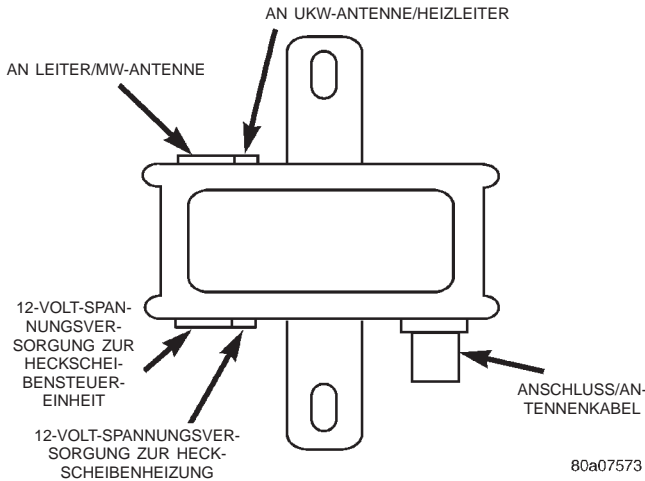
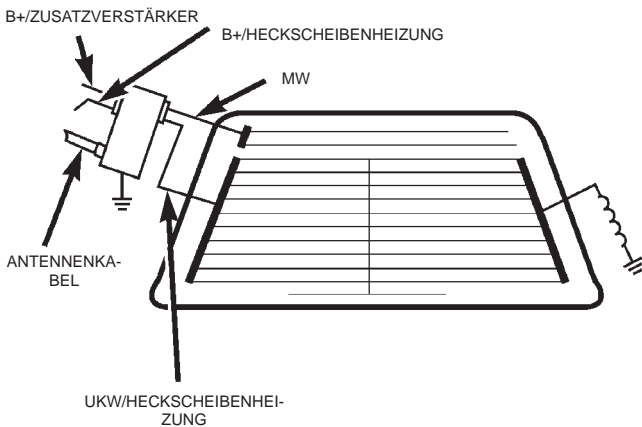

Abb. 7 Heckscheibensteuereinheit
Abb. 8 Leiter der Heckscheibe und Steuereinheit
Vor der Durchführung von Wartungs- oder Instandsetzungsarbeiten an der Antenne erst die korrekte Funktion der Heckscheibenheizung überprüfen (Abb. 7) und (Abb. 8). Wird eine Störung festgestellt, diese wie in Kapitel 8N, "Heizbare Fahrzeugsysteme", beschrieben beheben. Näheres zu Instandsetzungsarbeiten an Leitern der heizbaren Heckscheibe siehe Kapitel 8N, "Heizbare Fahrzeugsysteme".
(2) Überprüfen, ob das Antennenkabel korrekt am Radio und an der Heckscheibensteuereinheit angeschlossen ist. Ist dies nicht der Fall, nach Bedarf instandsetzen; andernfalls weiter mit 3.
(3) Ist nur der UKW-Empfang oder nur der MW-Empfang ausgefallen, so kann dies ein Anzeichen für eine Durchgangsstörung an den Leitern der Heckscheibe sein. Leiter mit einem Ohmmeter überprüfen. Wird eine Störung festgestellt, nach Bedarf instandsetzen; andernfalls weiter mit 4.
(4) Radio und Heckscheibenheizung einschalten. Mit einem Voltmeter überprüfen, ob an den Anschlüssen für die Stromkreise X60 und C15 im Steckverbinder der Heckscheibensteuereinheit Batteriespannung anliegt (Abb. 7). Ist dies nicht der Fall, Sicherungen überprüfen. Sind die Sicherungen in Ordnung, Kabelbaum nach Bedarf instandsetzen.
(7) Heckscheibensteuereinheit überprüfen:
- Mit einem an Masse gelegten Überbrückungskabel das MW-Kabel kurz mit den Leitern verbinden (Abb. 8).
- Mit einem an Masse gelegten Überbrückungskabel das UKW-Kabel kurz mit den Leitern verbinden (Abb. 8).